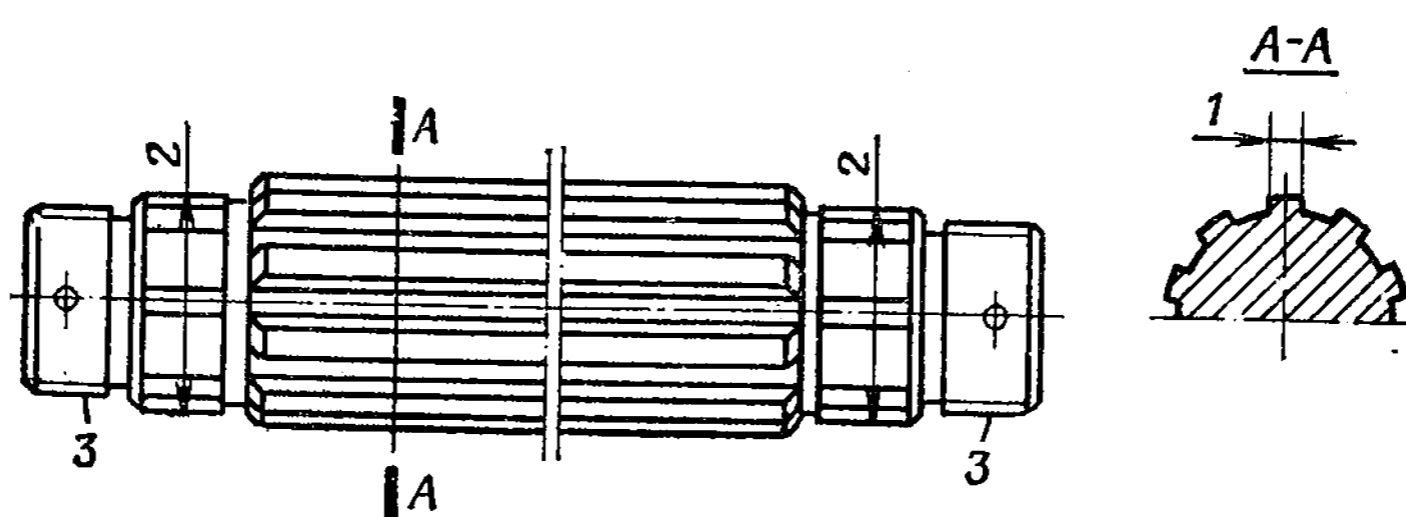

Рис. 114. Промежуточный вал раздаточной коробки
4. Вал промежуточной раздаточной коробки (рис. 114)